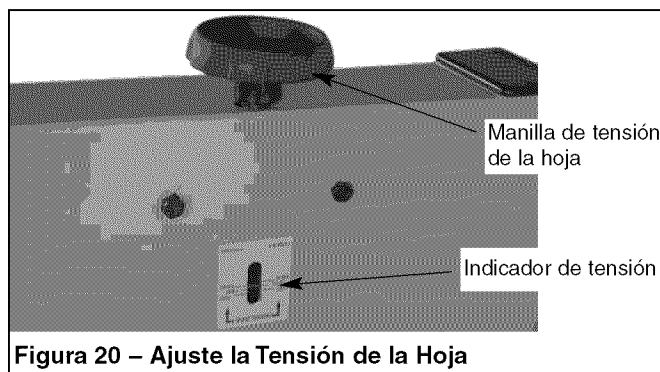

Figura 20 – Ajuste la Tensión de la Hoja
- Para aflojar la tensión de la hoja, gire la manilla de tensión de la hoja hacia la izquierda y el indicador de tensión mostrará un valor de tensión más bajo. Para aumentar la tensión de la hoja, gire la manilla de tensión hacia la derecha, y el indicador de tensión mostrará un valor de tensión más alto (véase la Figura 20).